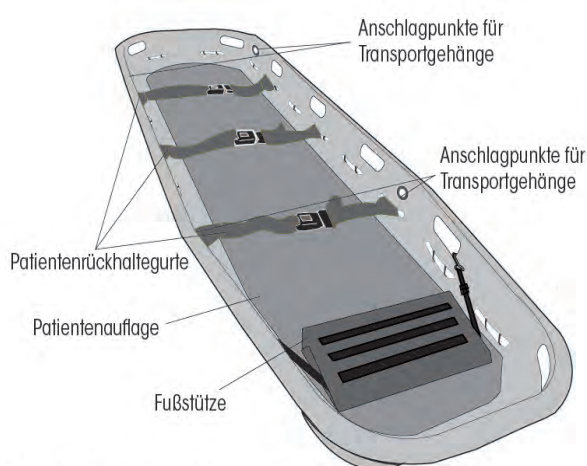

Bild 1: Teile der Korbtrage und Anschlagpunkte
Fußstütze: Die mitgelieferte Fußstütze fixieren Sie bitte mit den Klemmhaken in den Aussparungen des Basisteils (Bild 1). Die Fußstütze für SAN-0087-1-M fixieren Sie mit den Karabinern an den Sprossen des Metallrahmens.
Patientenrückhaltegurte: Alle Korbtragen enthalten im Lieferumfang 3 Patientenrückhaltegurte (SAN-0087-2-XXL enthält 4 Stk.). Patientenrückhaltegurte für die Modelle SAN-0087-1, SAN-0087-2 und SAN-0087-2-XXL werden an dem umlaufenden Seil befestigt (Bild. 1, 2a / 2b). Bei dem Modell SAN-0087-1-M werden für diesen Zweck die Metallsprossen im umlaufenden Metallrahmen verwendet.
Transportgehänge: Zur Befestigung vom Transportgehänge (Modelle SAN-0087-1, SAN-0087-2 und SAN-0087-2-XXL) sind Metallösen (4 Stk. - Modell SAN-0087-1 und SAN-0087-2; 6 Stk. in SAN-0087-2-XXL) im Basisteil der Korbtrage vorgesehen (Bild 1). Bei SAN-0087-1-M wird Transportgehänge am Metallrahmen befestigt.
2. Fixieren Sie die Gurte der Fußstütze mit den Klemmhaken an der Aussparung der Korbtrage (Bild 1). Die Gurte der Fußstütze für SAN-0087-1-M fixieren Sie mit den Karabinern an den Sprossen des Metallrahmens..